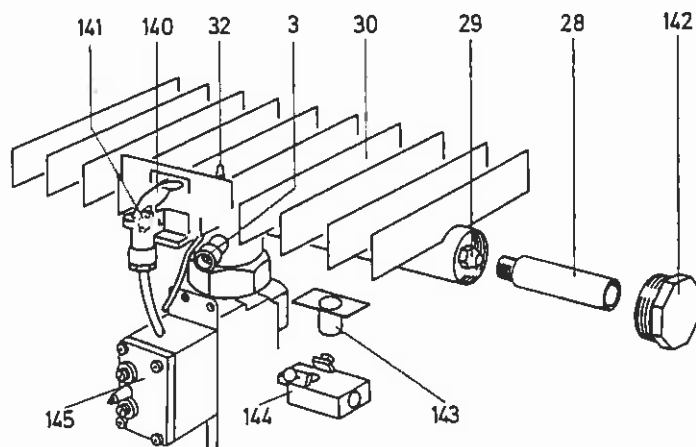

fig. 19
9.1 Fra bygas til naturgas (fig. 19)